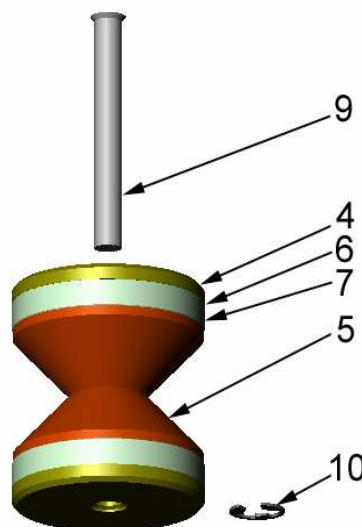

Figure 13
3.9 Insérez la cartouche de la charge relais (élément n° 9) dans le trou du dispositif explosif jusqu'à ce que l'extrémité évasée soit placée sur un support (voir Figure 13).